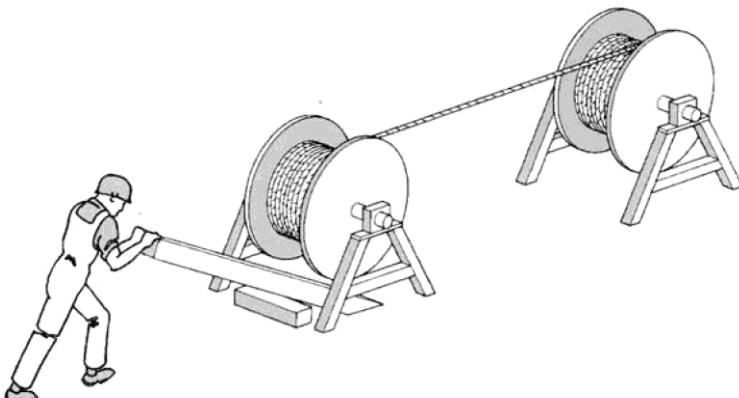

Fig. 7
- Quando se tratar de desenrolar várias camadas de cabo, pode ser necessário colocar a bobine num desenrolador que tenha condições de controle de tensão do cabo, durante a operação de transferência da bobine para o tambor. Isto assegurará que as camadas inferiores (e seguintes) estão enroladas firmemente no tambor (Ver fig. 7).
- Assegure-se que o desenrolador está corretamente instalado para não criar uma distorção inversa durante a passagem (ex. se o cabo desenrolar por cima deve desenrolar por cima). (Ver Fig. 7.)